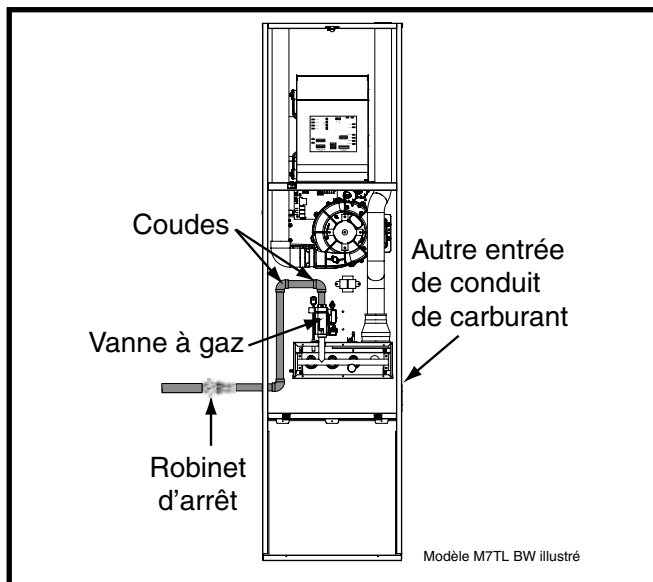

Figure 18. Raccordements de gaz typiques
- Certaines réglementations locales exigent l'installation d'un robinet d'arrêt principal manuel et d'un raccord-union de mise à la terre à l'extérieur de la fournaise, comme indiqué à la Figure 18. Le robinet d'arrêt doit être facilement accessible pour l'entretien ou l'utilisation d'urgence. Communiquez avec le service public local ou le fournisseur de gaz pour connaître les exigences supplémentaires relatives à l'emplacement du robinet d'arrêt de gaz principal manuel.
La fournaise est installée avec une entrée de gaz à la base. Au moment de raccorder l'alimentation en gaz, prévoyez un dégagement entre la conduite d'alimentation de gaz et le trou d'entrée dans le boîtier de la fournaise pour éviter les bruits non désirés ou les dommages à la fournaise. Raccordements de gaz typiques, comme indiqué à la Figure 18.